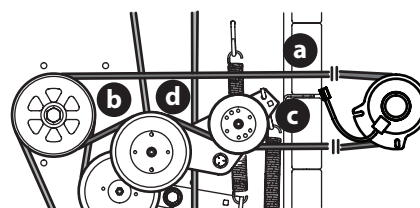

Fig. 52
1. Extraiga la correa de la PTO (a) de la cubierta siguiendo las instrucciones que figuran en la sección Retiro de la plataforma y luego quítela de alrededor del embrague de la PTO (Fig. 52).
2. Coloque la correa de la PTO (a) (Fig. 52).
- Después de pasar la correa alrededor de la polea de la PTO (b), use una llave de 1/2" (2 mm) en el soporte de la polea loca (c) y gire hacia la derecha de la cortadora para terminar de pasar la correa alrededor de la polea loca (d) (Fig. 52 en la página 70).